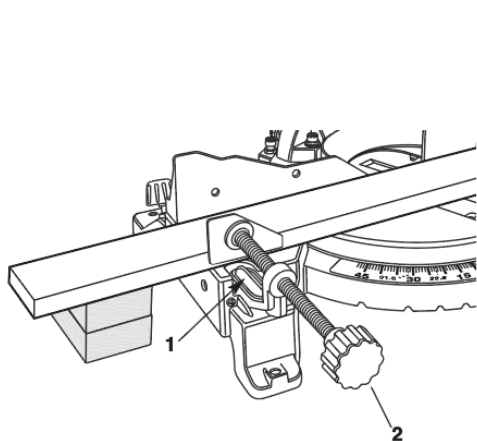

Fig. 18
Pince à étau - Cette pince fixe facilement une pièce dans l'un des deux (2) trous de serrage à l'avant de la base (Figure 18).
AVERTISSEMENT : Il peut y avoir des coupes composées extrêmes où la pince fournie ne peut pas être utilisée. Soutenez avec la main en dehors de la zone de ne pas placer les mains ou utilisez des pinces conventionnelles. N'essayez pas de couper des morceaux courts qui ne peuvent pas être serrés et qui placent votre main dans la zone de ne pas placer les mains. Ne positionnez pas la pince sur une partie non supportée de la pièce (Figure 18 et 19).